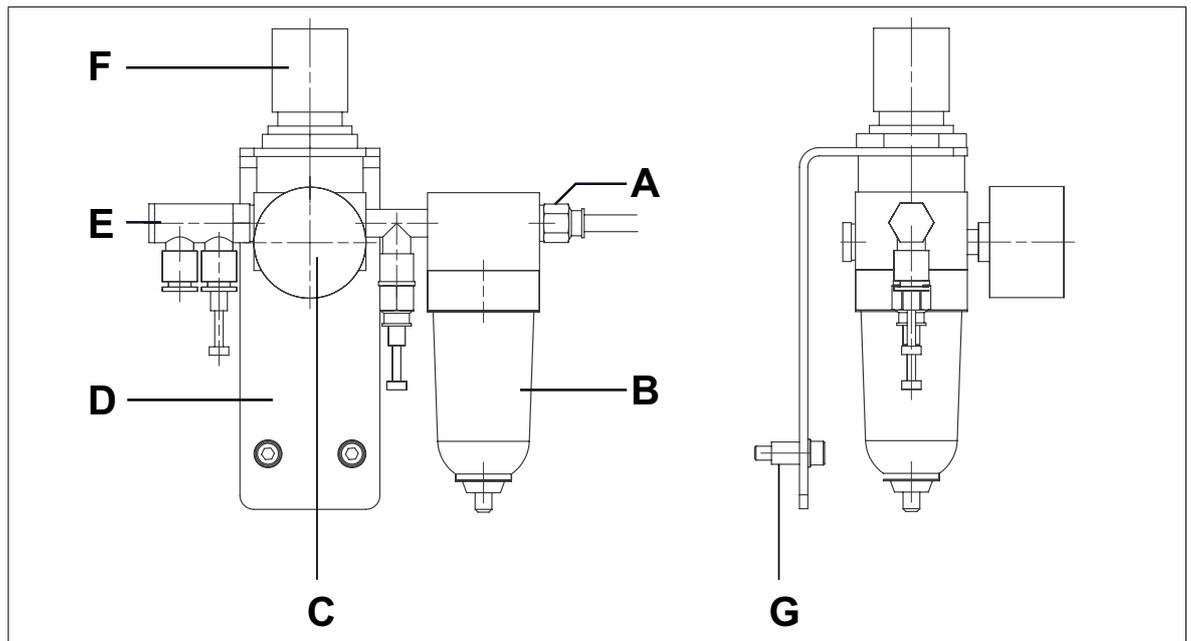

Bild 10.1.1/1: Sprühluftanbausatz im Überblick
4. Verbinden Sie die Druckluftanschlüsse der beheizten Schläuche mit den Stecknippeln („E“ in Bild 10.1.1/1). Wird nur ein beheizter Schlauch angeschlossen, muß der freibleibende Stecknippel mit einem Blindstopfen verschlossen werden.
5. Verbinden Sie den Schnellverschluß der Druckluftzuleitung mit Nippel „A“ (siehe Bild 10.1.1/1).
Zur Einstellung des Arbeitsdruckes dient das Einstellrad „F“ (siehe Bild 10.1.1/1). Der Einstellbereich beträgt 0...3,5 bar.